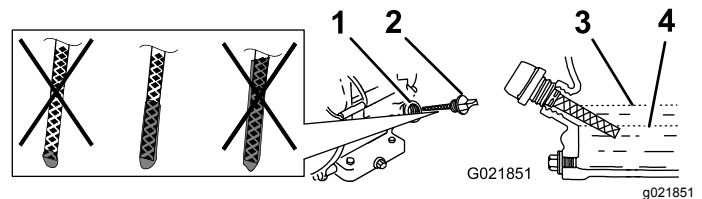

Figure 19
- Nettoyez la surface autour de la jauge d'huile (Figure 19) pour éviter de faire tomber des impuretés dans l'orifice de remplissage, ce qui endommagerait le moteur.
- Insérez la jauge au fond de l'orifice de remplissage, **sans la visser** (Figure 19).
- Ressortez la jauge et examinez son extrémité. Si le niveau est trop bas, versez lentement juste assez d'huile dans le tube de remplissage pour faire monter le niveau jusqu'au repère maximum sur la jauge (Figure 19).